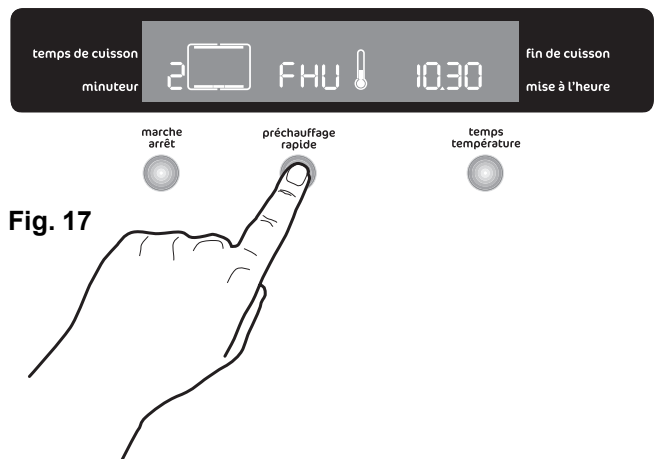

Fig. 17
4. Appuyez sur la touche "**Préchauffage rapide**". La mention "**FHU**" apparaîtra sur l'affichage (Fig. 17).